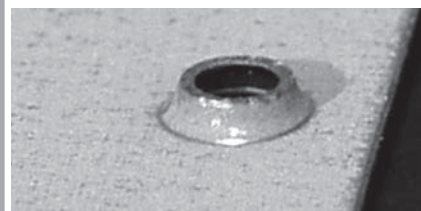

Fig. 5.4
- Déposez le support à l'intérieur du plafond, en plaçant les **extrusions vers le haut**. (Fig. 5.4)
- Déposez le support de fixation dans le plafond, en plaçant **les extrusions vers le haut**. (Fig. 5.4)